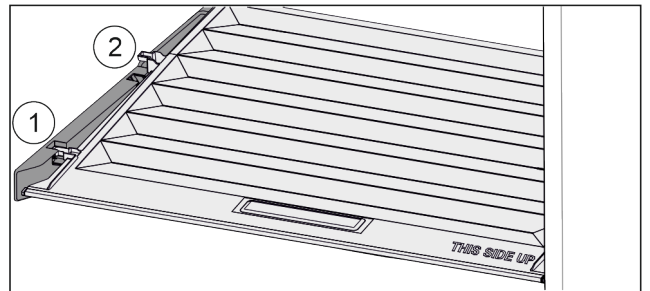

Fig. 82
- ▶ Deckel bis zur Öffnung in den Halteteilen nach vorne ziehen Fig. 82 (1).
- ▶ Hinten von unten anheben und nach oben wegnehmen Fig. 82 (2).